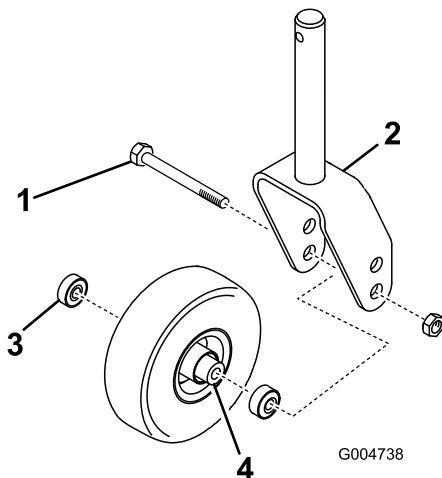

Bild 20
1. Entfernen Sie die Sicherungsmutter von der Schraube, mit der das Laufrad an der der Gabel befestigt ist (Bild 20). Halten Sie das Laufrad fest und schieben die Schraube aus der Gabel oder vom Gelenkarm ab.
2. Entfernen Sie das Lager aus der Radnabe und lassen das Lagerdistanzstück herausfallen (Bild 20). Entfernen Sie das Lager aus der gegenüberliegenden Seite der Radnabe.